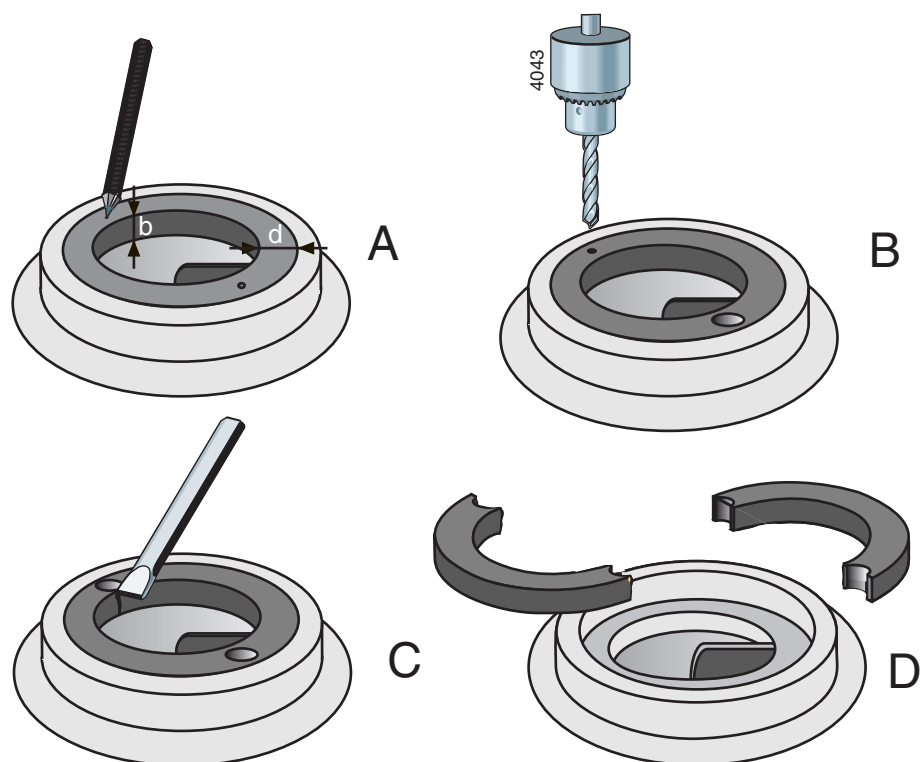

图 19: 拆卸耐磨环。
- 1 测量耐磨环的厚度 (d) 与宽度 (b)，请见 图 19 A。
- 2 在位于两个相对点处的耐磨环边缘中部挖一个中间孔，请见 图 19 B。
- 3 使用直径略小于耐磨环厚度 (d) 的钻头，在耐磨环上钻出两个小孔，请见 图 19 C。钻孔深度不得大于耐磨环宽度 (b)。小心不要损坏泵壳的安装边缘。